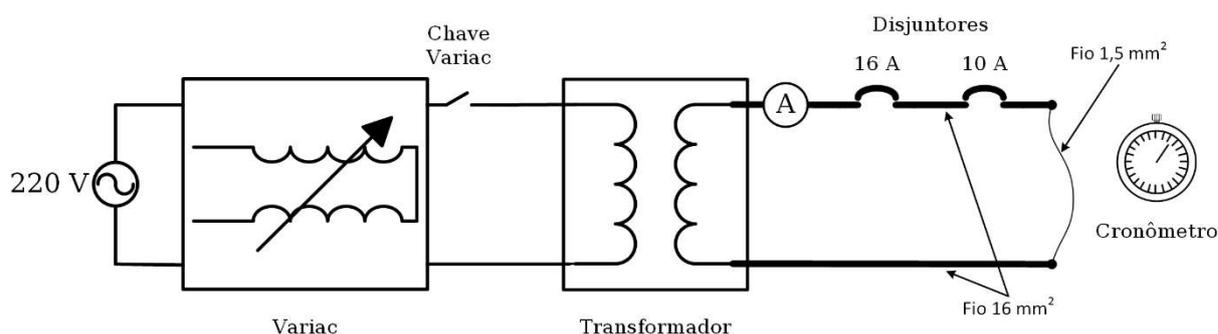
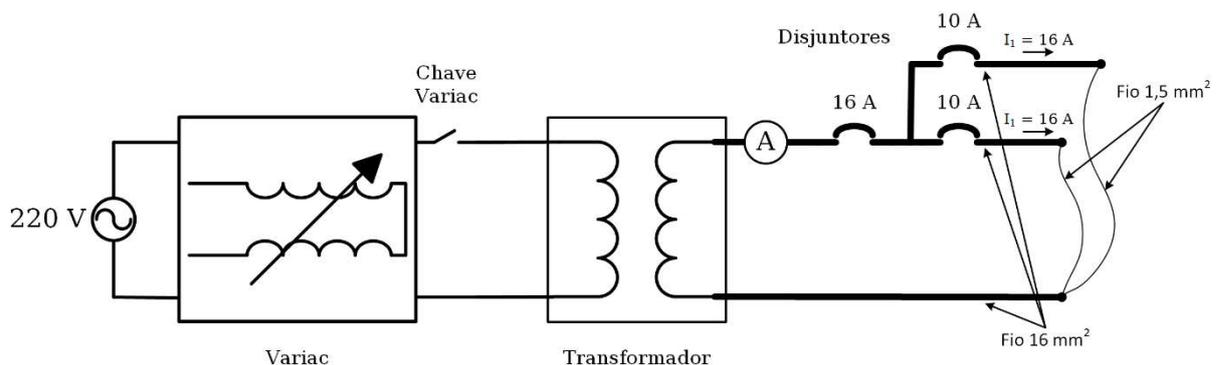

Figura 4 – Montagem para levantamento de curva tempo x corrente de disjuntor de baixa tensão.
Figura 5 – Montagem para verificação da coordenação da proteção.
Passo 1) Execute a montagem descrita na Figura 4.
Passo 1) Conecte dois fios de 1,5mm² entre os terminas azul-amarelo e vermelho-amarelo do painel do kit para implementar a montagem descrita na Figura 5. Certifique-se que todos os disjuntores estão com a chave na posição ON. Com ajuda do *variatic*, imponha uma corrente de 16 A em dos disjuntores de 10 A (a corrente no outro disjuntor deve estar em um valor próximo a isso, verifique) Figura 4. Aguarde e verifique qual dos disjuntores será desarmado primeiro. Explique o que ocorreu com base na curva de atuação dos disjuntores (Curva C), obtida no site do fabricante.